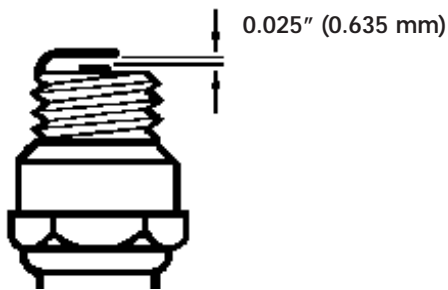

Fig. 24
1. L'écartement de bougie = 0,635 mm (0,025 po) (Fig. 24).